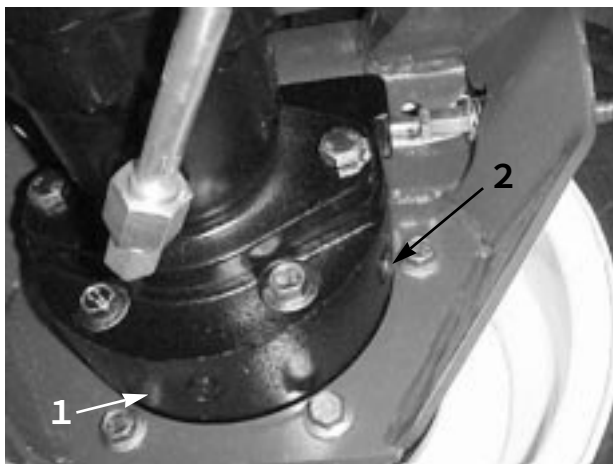

図 10
2. プラネタリに付いているプラグ（図9）とブレーキの裏側についているプラグ（図10）を抜き、ブレーキの前後で穴の高さまで油量があれば適正。